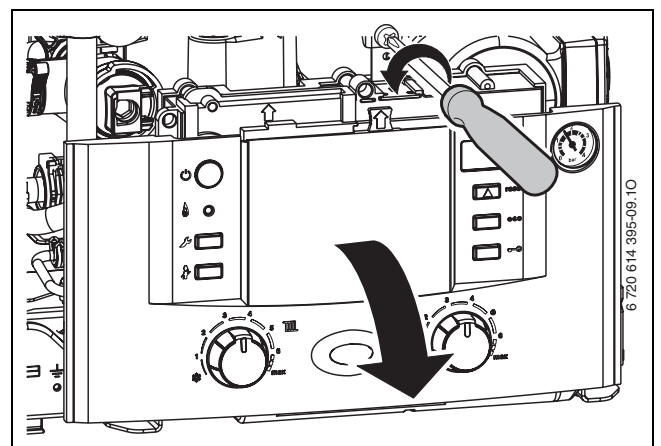

Fig. 17
- ▶ Svitare la vite di fissaggio (→ fig. 17) e far ruotare il pannello comandi verso il basso.